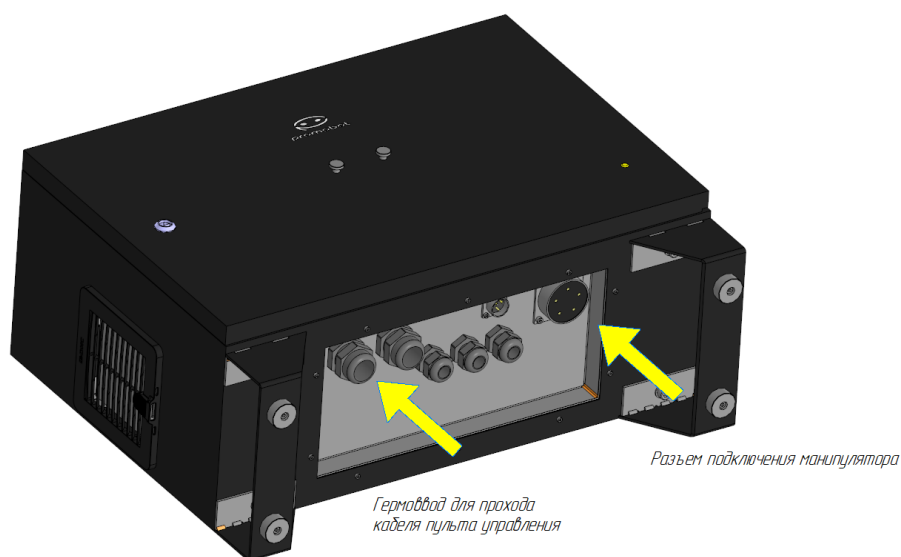

Рисунок 15 – Расположение разъема подключения манипулятора и гермоввода для прохода кабеля пульта управления
2. Подключите кабель манипулятора к шкафу управления и к манипулятору (см. Рисунок 15).